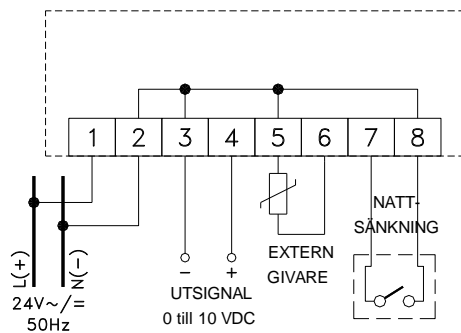

Fig. 4: Inkopplingsschema
- Tag bort kåpan genom att med hjälp av något verktyg pressa in de två plasttänderna (2) på kåpens högra sida.
- Gör de elektriska anslutningarna till plintarna på kretskortet (se schema fig. 4).